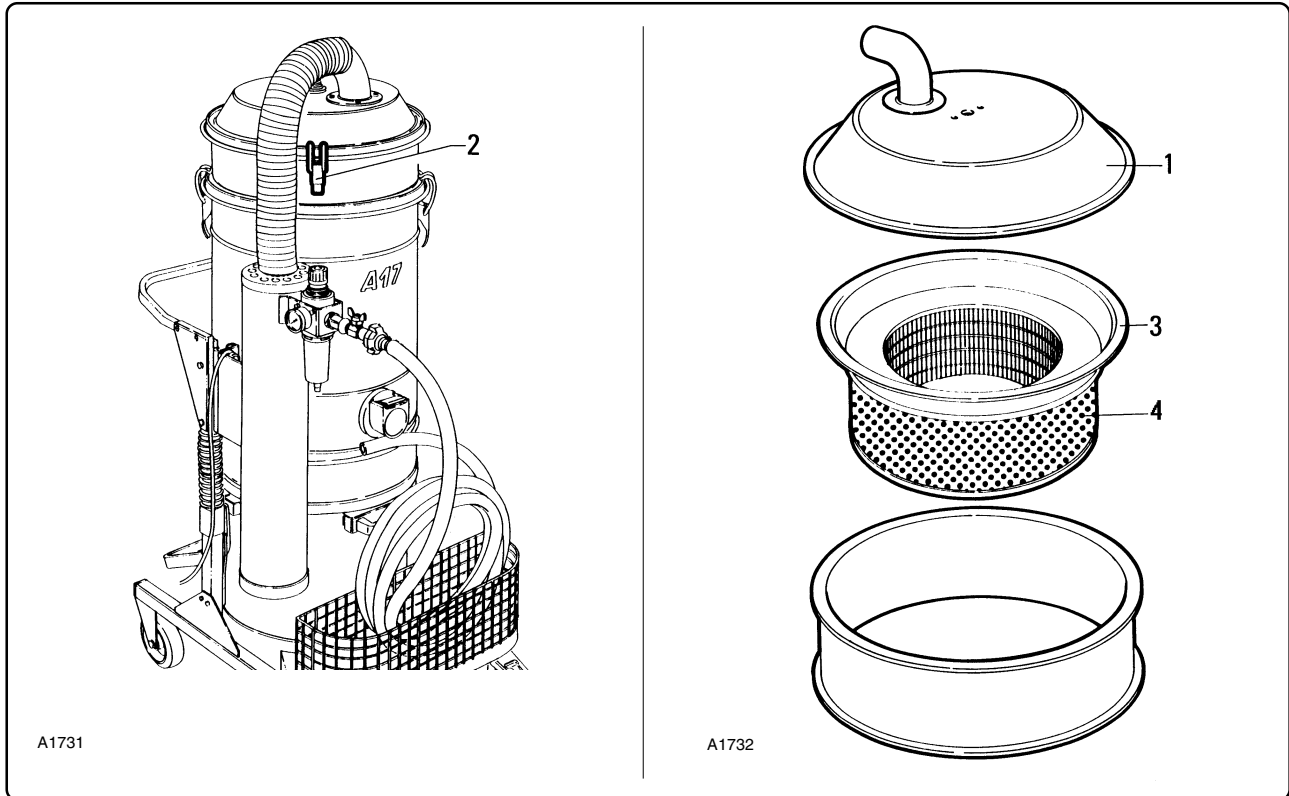

Fig. 7.5.6
**7.5.4 - Sostituzione del filtro assoluto "K1" montato in aspirazione fig. 7.5.6**
**7.5.4 - Replacing the absolute filter "K1" mounted on the intake fig. 7.5.6**
**7.5.4 - Remplacement du filtre absolu "K1" monté à l'aspiration fig. 7.5.6**
**7.5.4 - Ersetzen des Absolutfilters "K1" in der Druckleitung (Abb. 7.5.6)**